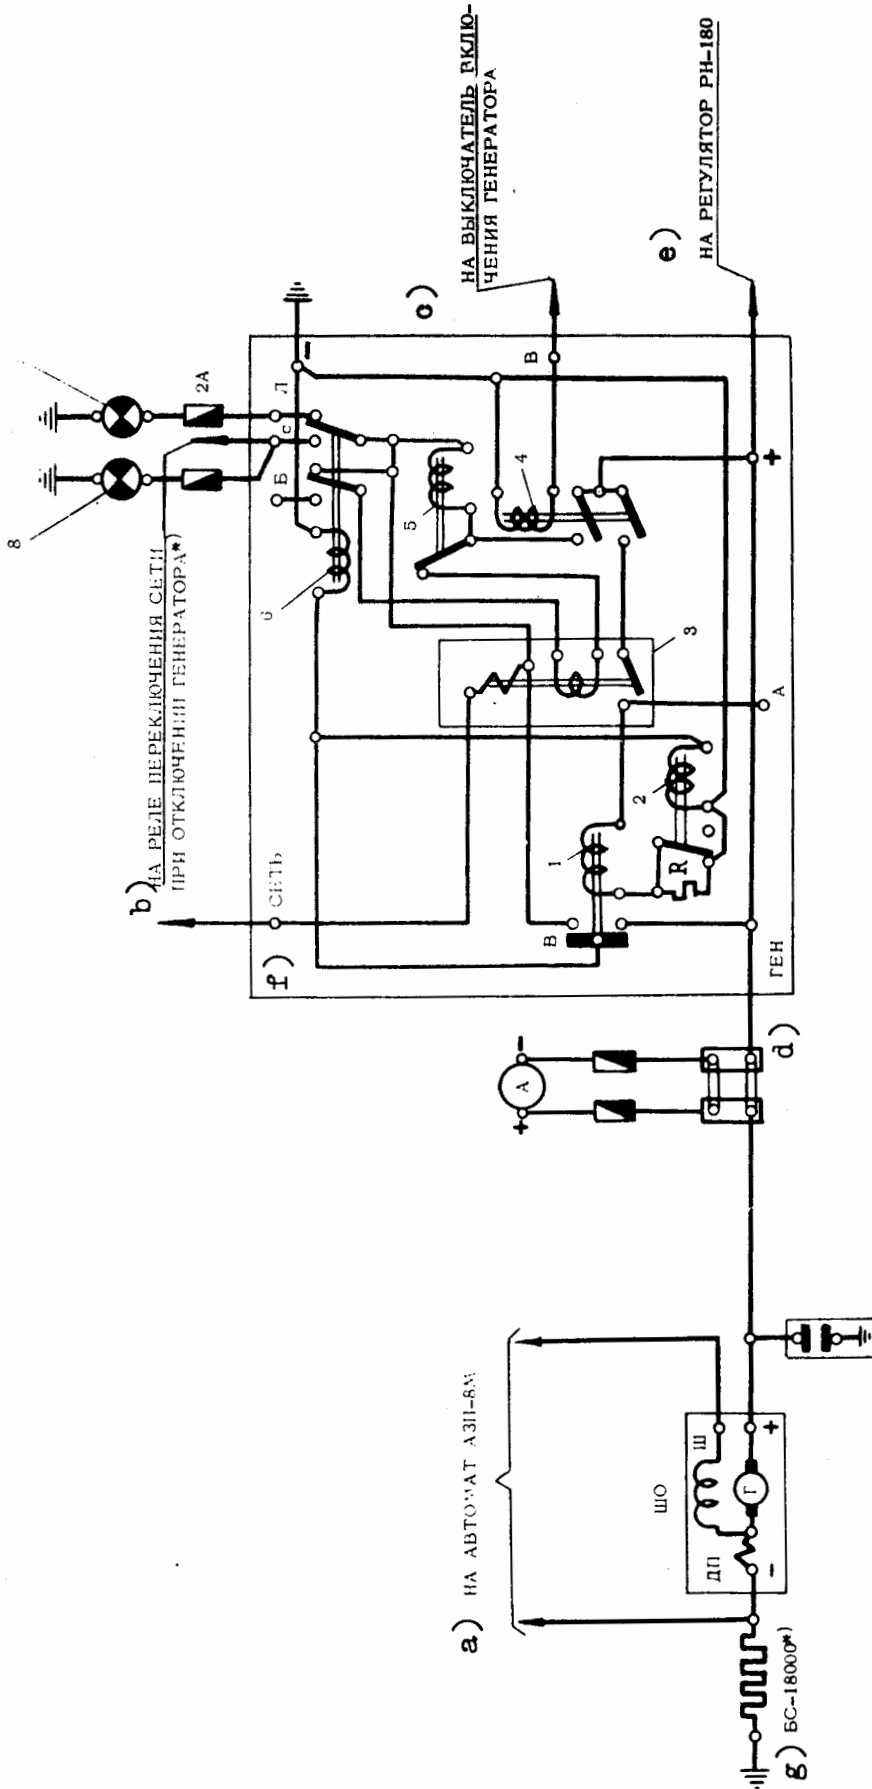

Abb. 1 Prinzipschaltung des Differential-Minimalrelais (DMR)
Grundplatte, Differentialrelais, Schütz, Relais TNE-210DT, TKE-210DT, TKE1R2DT, TKE-22PDT und Glaswiderstand. Die Prinzipschaltung zeigt Abb. 1.
Beim Schließen der Kontakte des Schaltschützes (1) wird Spannung auf die Wicklung des Relais (2) gegeben, das Relais zieht an und legt den Zusatzwiderstand an den Kreis der Wicklung des Schaltschützes. Außerdem wird Spannung an die Wicklung des Relais (6) gegeben, das anspricht und den Kreis für die Signalisation der Generatorabschaltung sowie den Kreis der Nebenschlußwicklung des Relais (3) unterbricht und das Relais (1), Abb. 1, der Netzumschaltung einschaltet. Wenn die Netzspannung die Generatorspannung übersteigt, fließt durch die Reihenwicklung des Relais (3) ein Rückstrom. Erreicht dieser Strom 25 bis 50 A (15 bis 35 A), werden die Kontakte des Relais (3) geöffnet, die Wicklung des Schaltschützes wird stromlos und der Generator vom Netz abgeschaltet. Das Relais (5) unterbricht den Kreis der Nebenschlußwicklung des Relais (3) beim Zuschalten des Generators bei falscher Polung. Das Relais (4) verhindert die unerwünschte Kopplung des Generators mit dem Bordnetz über die Wicklungen der Relais (5) und (3) bei ausgeschaltetem Generatorschalter.